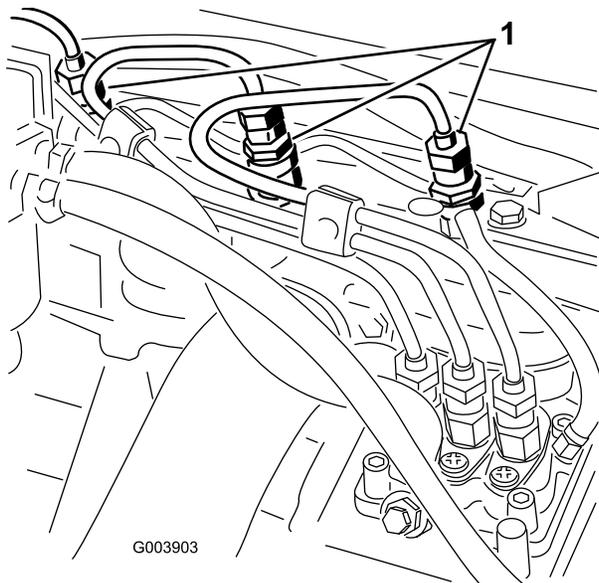

Figura 57
1. Allentate l'attacco del tubo con l'assieme del supporto e dell'ugello n° 1 (Figura 57).